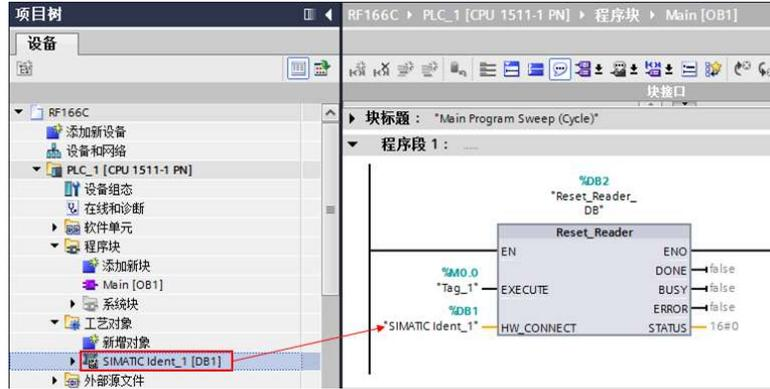

图 4-3 调用复位指令块
(1) 打开 PLC_1 程序块 OB1，将复位指令块 Reset_Reader 拖入到 OB1 的程序段中，自动生成背景 DB 块，并将工艺对象 DB1（章节 3 中创建的工艺对象）拖拽到“HW_CONNECT”引脚上，如图 4-3 所示。